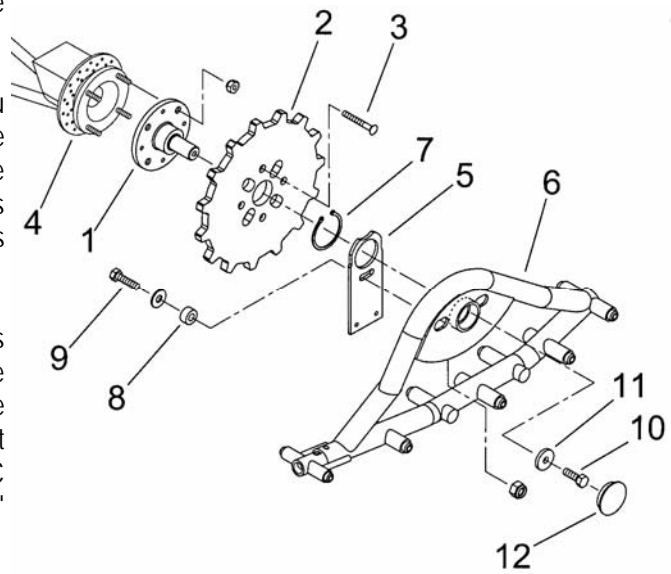

FIGURE 5
2. Installez l'essieu des chenilles (FIGURE 5, # 1) au barbotin (FIGURE 5, # 2) avec 4 vis à 6 pans creux à tête fraisée 3/8" NC x 1 1/4" LG (FIGURE 5, # 3) et mettez de l'anti-grips (loctite), ensuite, assemblez les deux pièces au moyeu de roue du VTT (FIGURE 5, # 4); serrez les écrous de roue fermement.
3. Installez la plaque d'arrêt (FIGURE 5, # 5) au châssis tubulaire (FIGURE 5, # 6) en la fixant avec l'anneau de retenue extérieur (FIGURE 5, # 7). Ensuite, installez le coussinet d'usure (FIGURE 5, # 8) à la plaque d'arrêt (FIGURE 5, # 5) et fixez-le avec un boulon hex. 3/8" NC x 1 1/4" LG (FIGURE 5, # 9), avec une rondelle plate 3/8" DIA. et un écrou nylon 3/8" NC.
4. Installez le châssis tubulaire (FIGURE 5, # 6) à l'essieu des chenilles (FIGURE 5, # 1), vissez le boulon hex. 1/2" NC x 1 1/4" LG (FIGURE 5, # 10) tout en installant la rondelle spéciale (FIGURE 5, # 11); mettez de l'anti-grips (loctite) et le serrez fermement (150 lbs de torque); fermez le tube avec le capuchon de plastique (FIGURE 5, # 12).